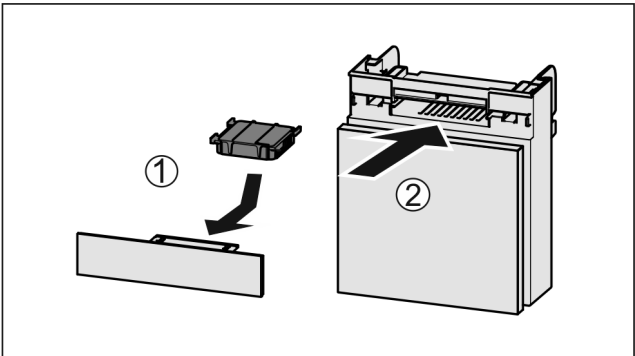

Fig. 152
► 按图装入 Fig. 152 (1) 活性炭过滤器。
► 推入 Fig. 152 (2) 抽屉。